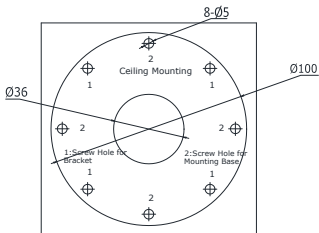

Рисунок 2-5 Сверление отверстий в стене
2. Просверлите отверстия в стене или потолке в соответствии с количеством отверстий, указанных на шаблоне крепления. См. рисунок 2-5.